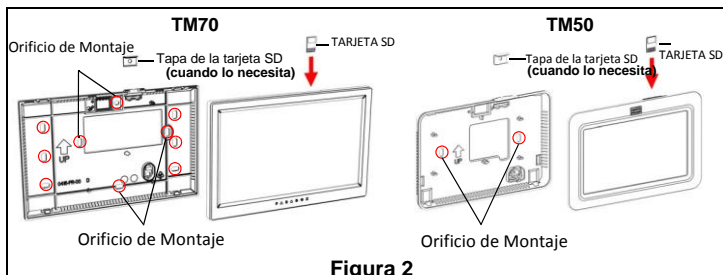

Figura 2
- 3- Asegurar que la memoria SD se encuentre instalada en la posición correcta (las letras de la memoria tienen que estar mirando la pared y los contactores metálicos hacia abajo) y que la misma esté trabada dentro del zócalo, tal como muestra la Figura 2.